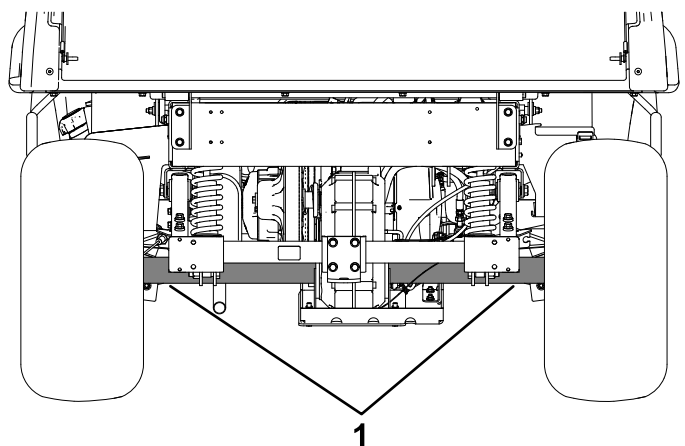

Figure 19
- Le point de levage arrière de la machine est situé sous les tubes d'essieu (Figure 19).